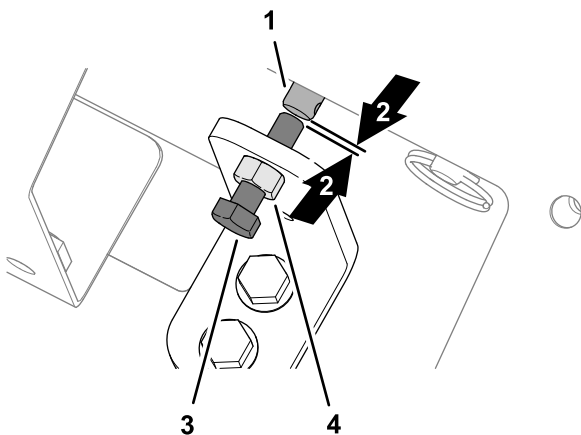

Bild 33
1. Lösen Sie die Klemmmutter an der Halterung für die manuelle Übersteuerung (Bild 33).
2. Drehen Sie die Sechskantschraube für die Ventilüberbrückung gegen den Uhrzeigersinn, bis Sie einen kleinen Spalt zwischen dem Ende der Schraube und dem Ende der Stange des Magnetventils der Fahrgeschwindigkeit sehen (Bild 33).
3. Ziehen Sie die Klemmmutter an (Bild 33).